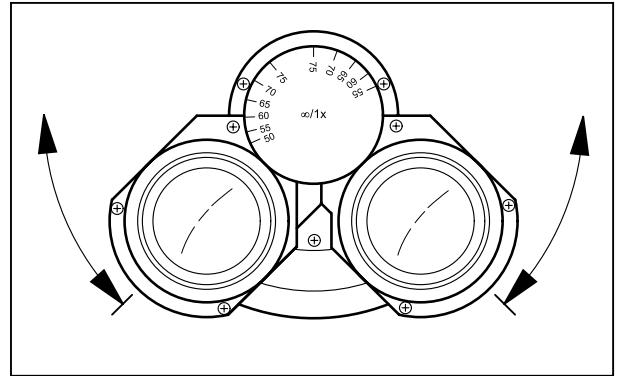

Bild 18 Okularabstand einstellen
- Okularabstand (Pupillendistanz) durch symmetrisches Schwenken der beiden Okularstutzen gegeneinander an den individuellen Augenabstand des Beobachters anpassen (Bild 18).